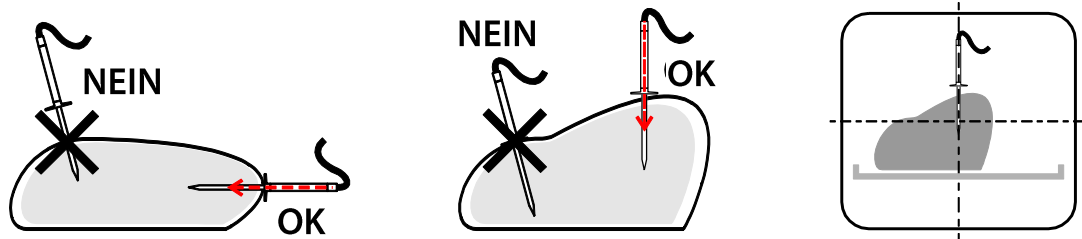

Abb. 12
- Es empfiehlt sich außerdem, die Nadel so einzuführen, dass sie sich in der Mitte des Garraums befindet, wie in Abb. 12 gezeigt.